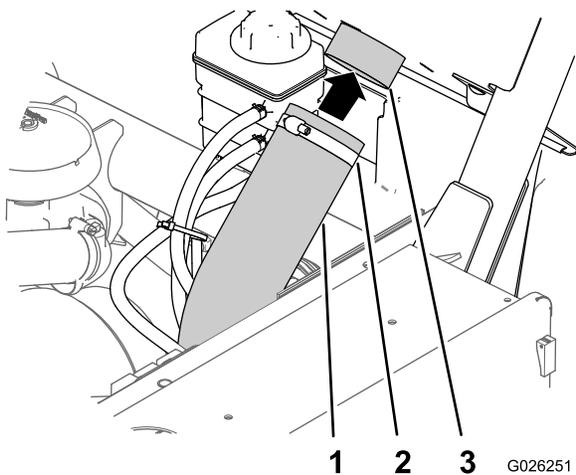

Figure 7
3. Branchez le flexible d'admission de CVT sur le raccord du tube d'admission au dos du panneau du système ROPS, et serrez le collier (Figure 7).